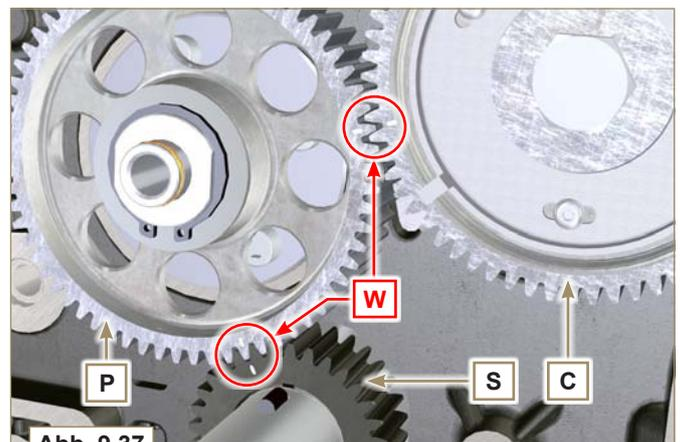

Abb. 9.37
- 10 - Das Zahnrad **P** auf dem Zapfen **H** positionieren, dabei alle Bezugszeichen **W** der Zahnräder **C** und **S** berücksichtigen (Abb. 9.37).